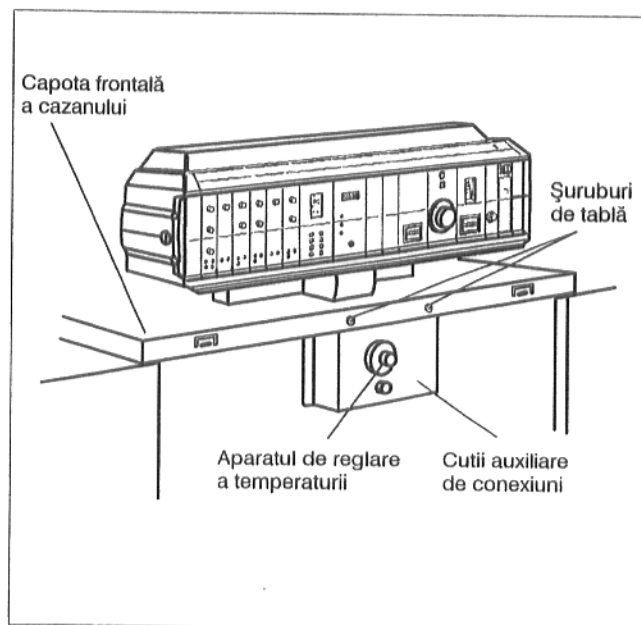

Fig. 40b: Montarea cutiilor auxiliare de conexiuni
- Cutiile de conexiune auxiliare HT 3101 respectiv HT 3102 se vor fixa la partea frontală a capotei frontale a cazanului cu două șuruburi de tablă (Fig. 40b).
- Aparatul de reglare a temperaturii se fixează pe "AUT/90" (Fig. 40b).